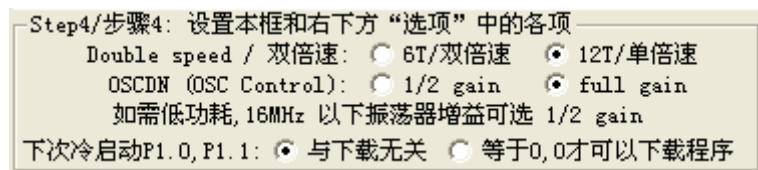

图 17 设定其他选项
5、选择其他选项。STC 可工作于双倍速，这在写片时决定；写片时可以决定单片机内部的振荡电路增益是否减半；下次冷启动是时否需要交 P1.0 和 P1.1 置为低电平才能正常工作。这些都可以在写片时决定，如图 17 所示。